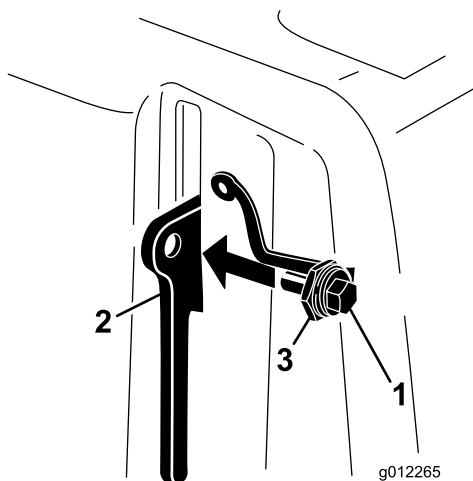

Figure 8
3. Vissez le boulon dans le levier de verrouillage (Figure 8).